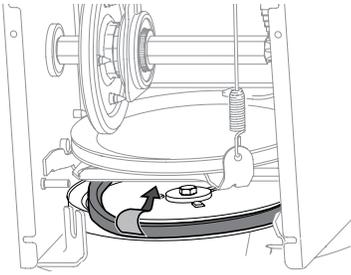

Figure 4-14
7. Enlevez la courroie de la poulie des tarières, puis placez la courroie entre le support et la poulie des tarières. Voir Figure 4-14.